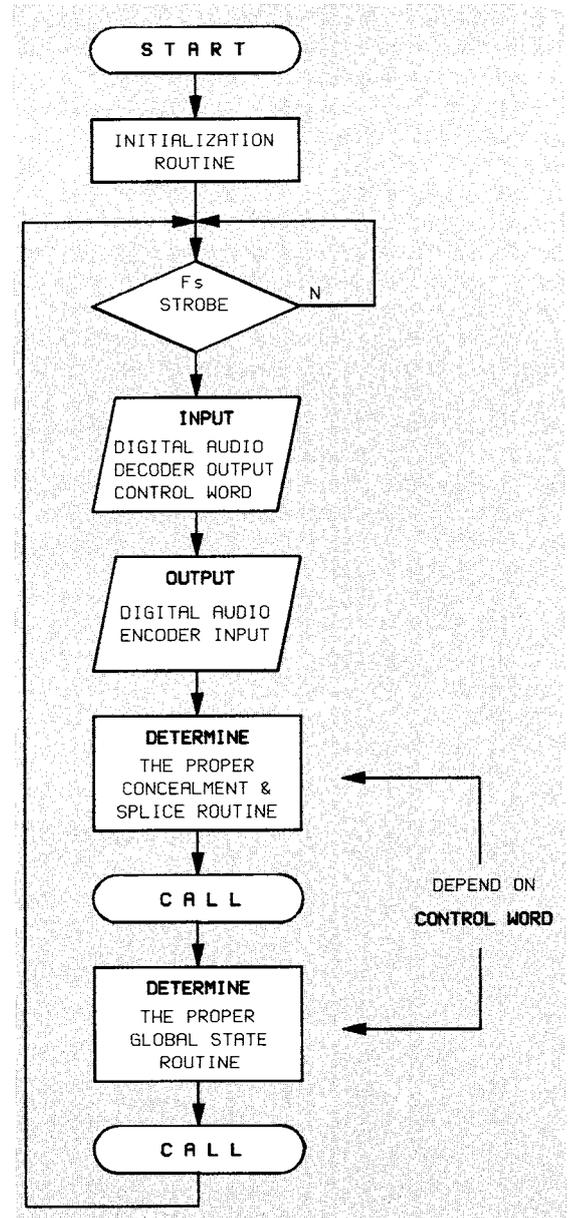

Bild 7: Flussdiagramm des DSP-Hauptprogramms.
Die Zahl der vom Signalprozessor während einer Periode der Abtastfrequenz auszuführenden Operationen ist gross (Abb. 7). Der auf der MAPRO-Karte eingesetzte DSP, ein TMS320C10(15) mit einer Taktfrequenz von 25 MHz bei einer Abtastrate von 54 kHz (48 kHz + Varispeed-Marge), führt 115 Zyklen pro Sample-Periode aus. Dies reicht nicht aus, um all die oben beschriebenen Funktionen innerhalb einer Abtastperiode auszuführen, falls konventionelle Programmiermethoden in einer typischen Anwendungsumgebung eingesetzt werden. Dies trifft auch noch zu, wenn schon die erwähnten Optimierungsalgorithmen (siehe Globale Zustände) angewendet worden sind. Der Entscheidungsprozess zur Wahl der geeigneten Betriebsart aus 8192 möglichen Kombinationen verschlingt nämlich mindestens die Hälfte der verfügbaren Zyklen, wenn diese als Baumstruktur mit Verzweigungsanweisungen implementiert worden wären.